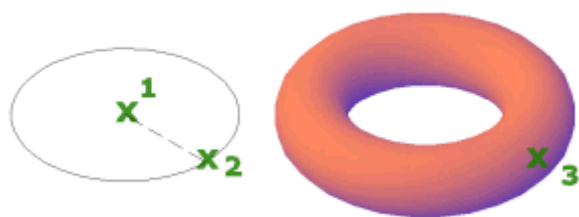

Рисунок 7.11 – 3D тор
Тор будується за трьома параметрами: точка центру (1), радіус або діаметр тора (2), а потім радіус або діаметр твірного кола (3) (рис. 7.11).